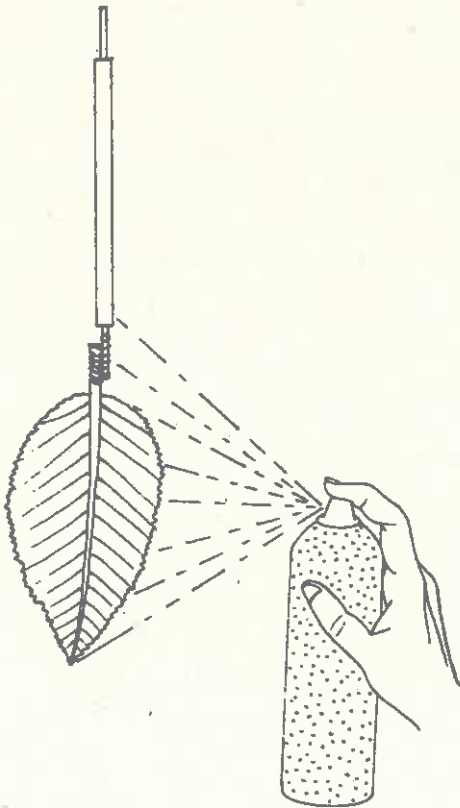

Figura 3
- 3) Se li dona 3 capes de pintura conductora, deixant assecar, entre capa i capa i pintant bé l'unió amb el fil elèctric per a que hi hagi un bon contacte (figura 3).